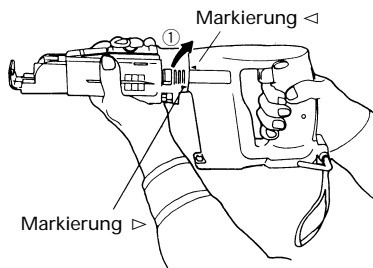

Abb. 5
Den Gerätkörper mit einer Hand fest halten und die Schraubenbeschickungsvorrichtung mit der anderen Hand in Richtung des in Abb. 5 gezeigten Pfeils ① drehen.